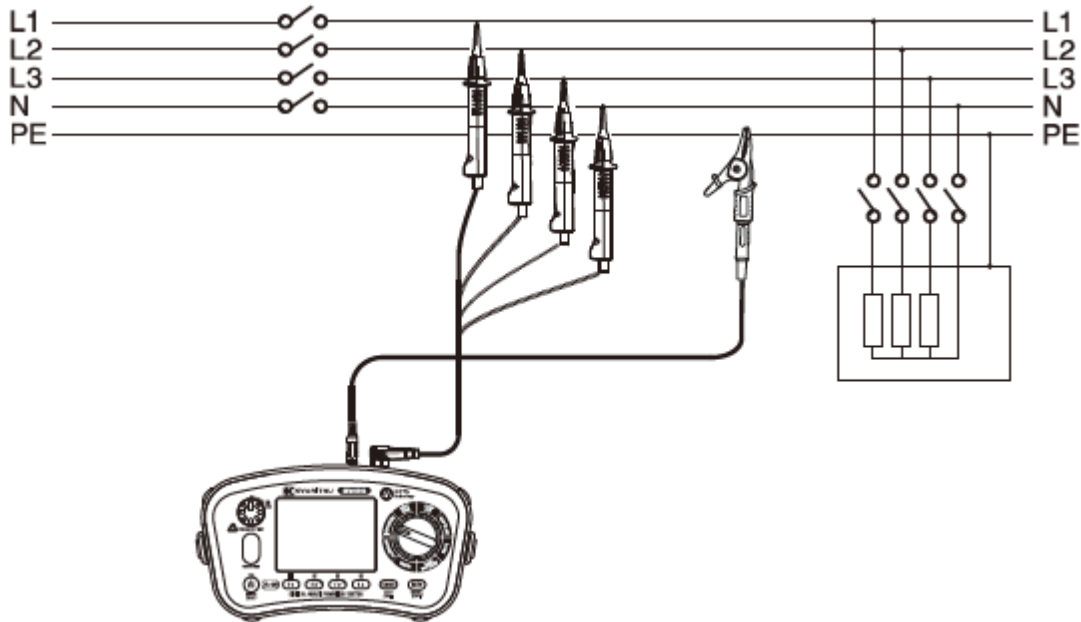
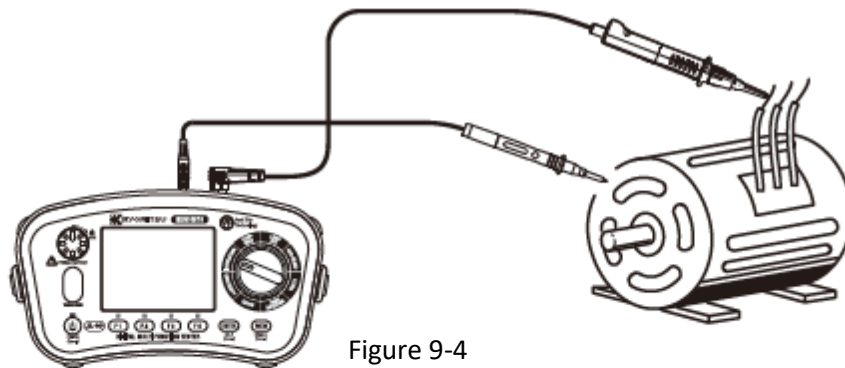
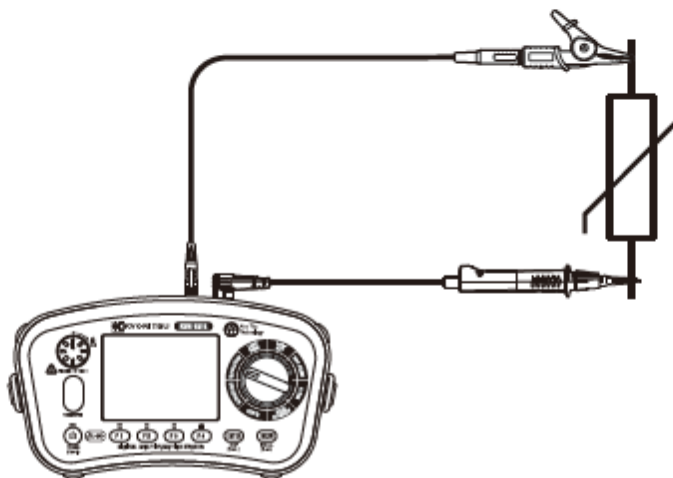

Figure 9-3 Exemple de test de résistance d'isolation sur un système à 4 fils et 3 phases
Figure 9-4
Figure 9-5 Connexion de test SPD (VARISTOR))
(5) Fixez les câbles de test au circuit ou à l'appareil testé (voir Figure 9-3, Figure 9-4 et Figure 9-5).